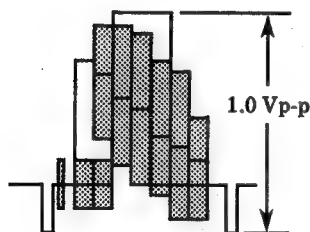

图5-7
5. 检查这时的输出信号幅值是否符合图5-7所示的 $1.0V_{p-p}$ 的规定要求。